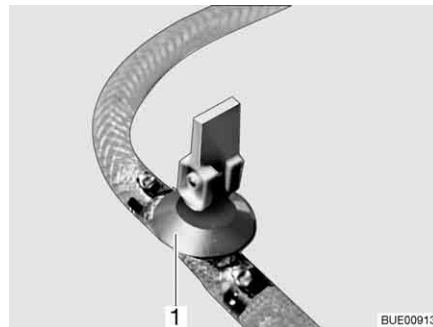

Bild 149 Ablasshahn
- Ablasshahn/Ablasshähne schließen. Dazu den Kipphebel (Bild 149,1) waagrecht stellen.
- Ablasshahn/Ablasshähne (Bild 149) öffnen. Dazu den Kipphebel (Bild 149,1) senkrecht stellen. Der Boiler wird nach außen entleert.